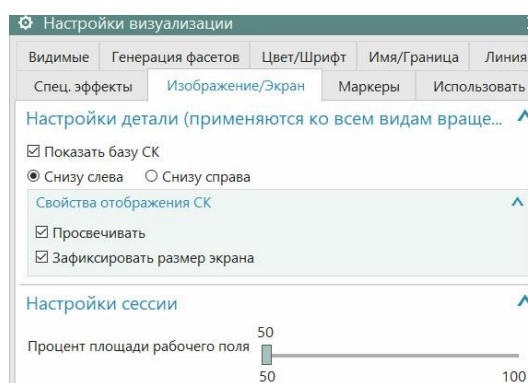

Рис.111
- В открывшемся диалоговом окне «Настройки визуализации», на закладке «Изображение\Экран», в поле «**Процент площади рабочего поля**» перенесите движок на цифру 50 (рис.111).